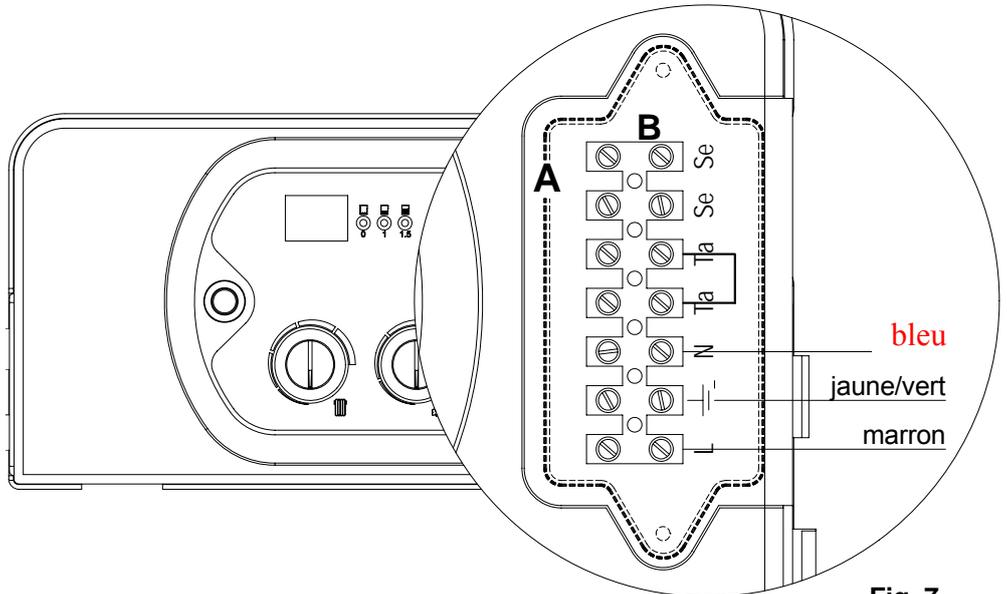

Fig. 7
- Dévisser les vis et retirer le couvercle A (voir fig. 7)